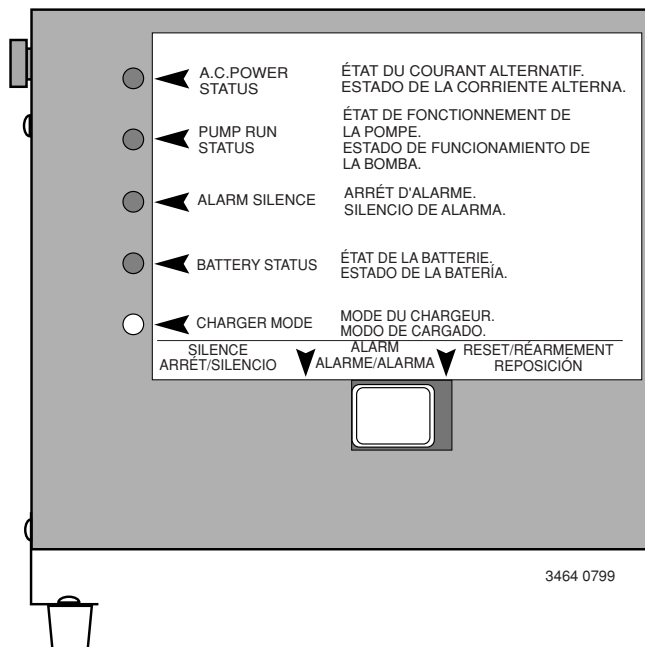

Figure 12 – Panneau à DEL du FP2800DCC
3. Le chargeur étant correctement branché sur la batterie et dans une prise de courant, le panneau à l'avant du chargeur indiquera une ou plusieurs des conditions suivantes. (Se reporter à la Figure 12.)